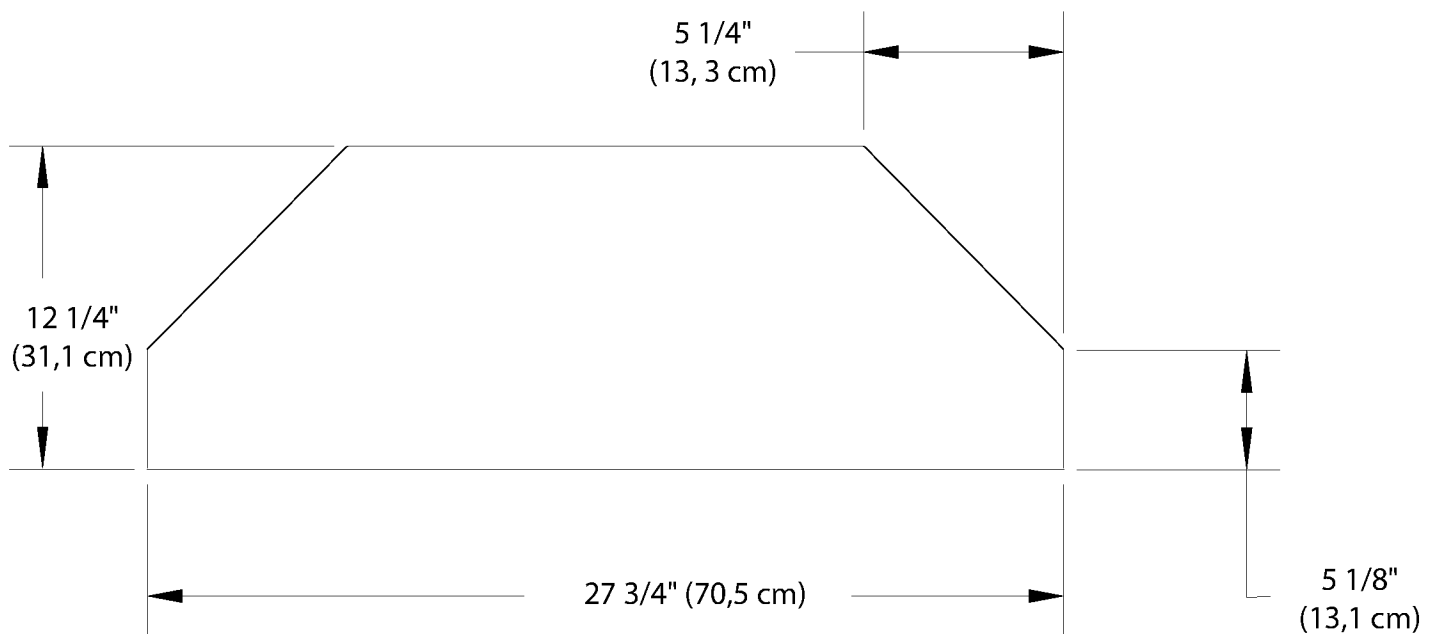

figure 1, figure 1, figura 1
1. Cut shelves to designated dimensions using 3/4" thick wood. See figure 1 on page 8.
1. Coupez les étagères selon les dimensions indiquées en utilisant des planches en bois de 3/4 po. (2 cm) d'épaisseur. Reportez-vous à la figure 1 de la page 8.